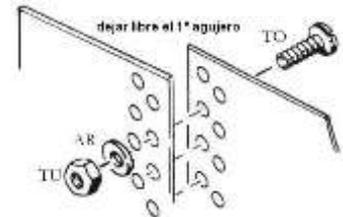

fig. 17
d) Juntar los dos extremos de la pared metálica de manera que pueda pasar los tornillos (TO) (la cabeza del tornillo por la parte interior de la piscina), dentro de ambos agujeros dejando siempre las arandelas (AR) y tuercas (TU) del lado exterior de la piscina, fig. 17. (ref. 497 - ref. 500 para magnum).